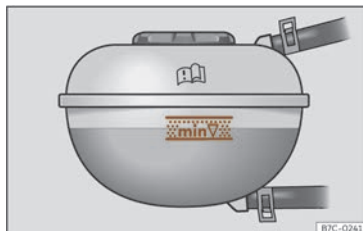

Fig. 193 Dans le compartiment avant : repère sur le vase d'expansion du liquide de refroidissement.
- Avec le moteur froid, vérifiez le niveau du liquide de refroidissement sur les repères latéraux du vase d'expansion >>> **fig. 193**. Le niveau du liquide de refroidissement doit être situé entre les repères.
- Le niveau de liquide de refroidissement devra être situé entre les repères du vase d'expansion >>> **fig. 193**. **Ne dépassez jamais le bord supérieur de zone des repères** >>> .
- En ajoutant du liquide de refroidissement, ne dépassez pas le bord supérieur de la zone des repères >>> fig. 193. Sinon, lorsque la température augmente, le liquide en excès sera expulsé du système de refroidissement du moteur et pourrait causer des dommages.